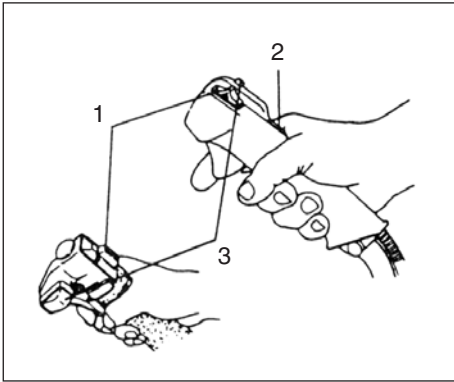

Fig.2-2
Démarrage (Fig. 2-2, 2B)
1. Placer l'interrupteur marche-arrêt (1) en position marche (ON). (Fig. 2-2, 2B)
2. Tout en appuyant sur le bouton de blocage de gâchette de commande des gaz (2) (si elle en est munie), presser la commande des gaz et repousser le bouton de blocage de la commande des gaz (3). Relâcher ensuite lentement la commande des gaz en premier, puis le bouton de blocage de la gâchette de commande des gaz. Ceci verrouillera le papillon de commande des gaz sur la position de démarrage. (Fig. 2-2, 2B)